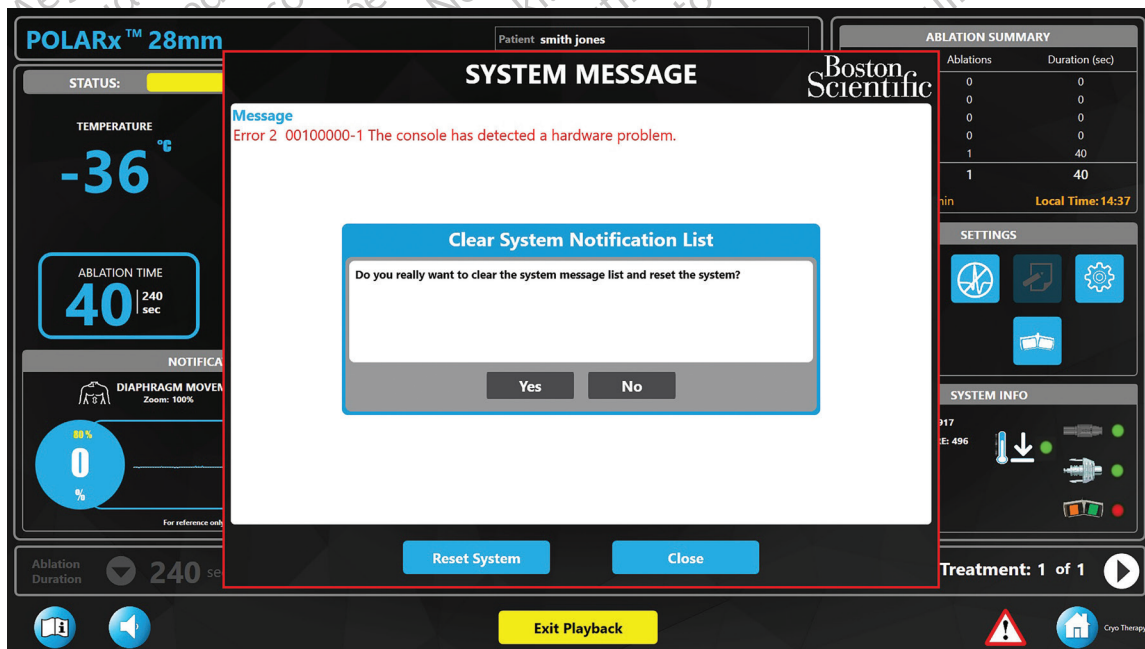

Figura 22. Janela Limpar lista de notificações do sistema
- Prima o botão **Reset System** (Reiniciar sistema) para limpar todas as mensagens ativas (consulte a Figura 22).